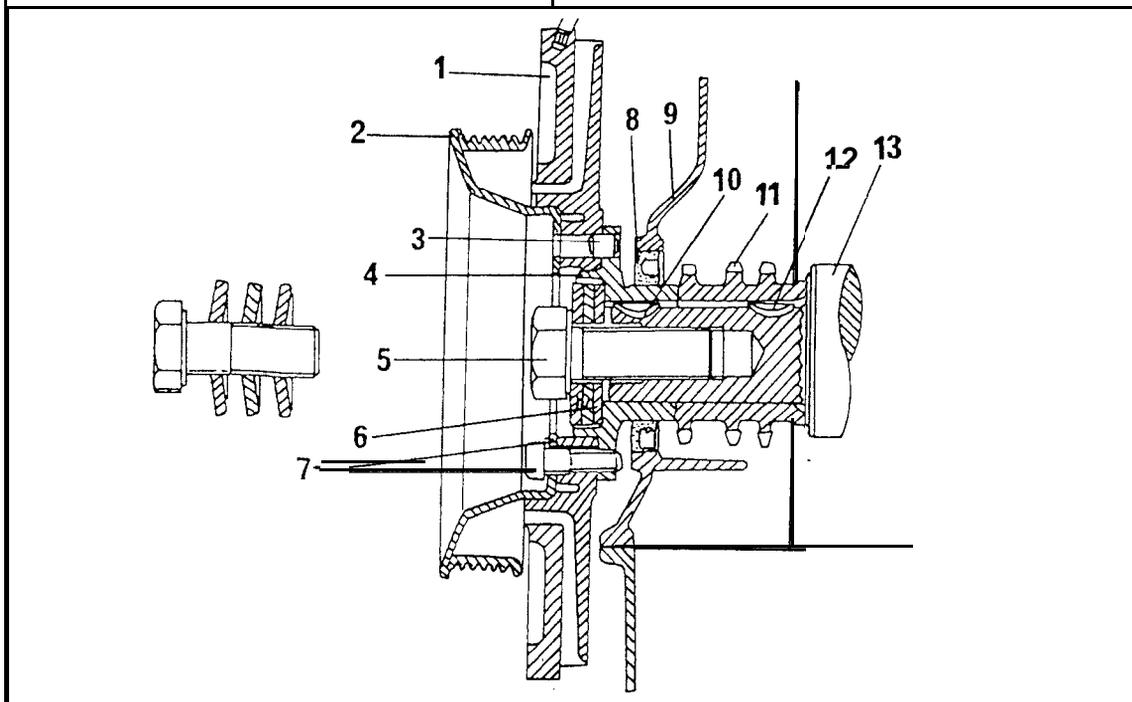

Bild 148
Der Motor ist mit einer Riemenscheibe und einem Schwingungsdämpfer versehen. Die Befestigungslöcher für den Schwingungsdämpfer werden durch das vorschriftsmässige Eingreifen eines Passstiftes in eine entsprechende Bohrung der Riemenscheibe ausgerichtet. Bild 148 zeigt eine Schnittansicht des vorderen Endes der Kurbelwelle.
- Die Scheibefedern (siehe Bild 148) in der vorgefundenen Richtung über die mittlere Schraube setzen, das Gewinde der Schraube gut einölen und die Schraube mit einem Anzugsdrehmoment von 320 Nm anziehen. Die Kurbelwelle muss wieder gegen Mitdrehen gehalten werden.